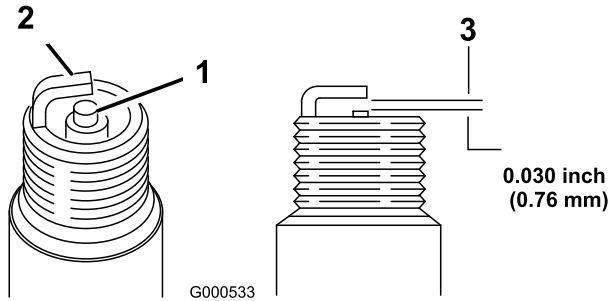

図 52
1. 中央の電極部 (図 52) を観察する。
2. すきまゲージでエア・ギャップの点検を行い、隙間の大きさが適切でなければ側面の電極を注意深く曲げて調整する(図 52)。